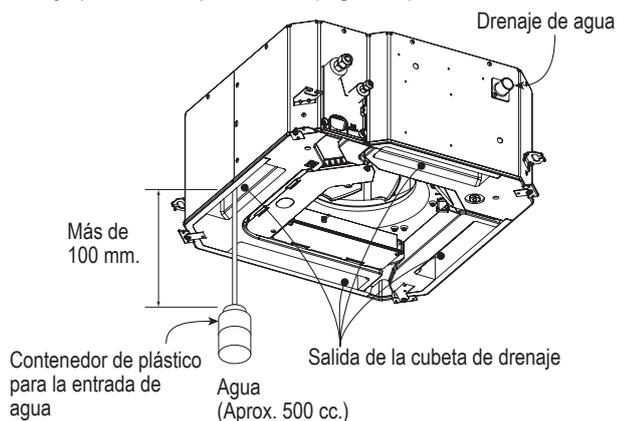

Fig. 2-11
- (1) Conectar la alimentación de potencia (terminales R, S) en la caja de componentes eléctricos.
- (2) Verter despacio unos 500 cc. de agua en la cubeta de drenaje para la comprobación. (Fig. 2-11)